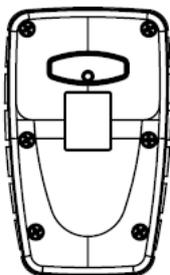

Figure 25. Couvercle de la batterie et les vis verrouillent le couvercle
1. Ouvrir le couvercle en dévissant les 6 vis sur le côté arrière de l'émetteur (voir la figure 25)